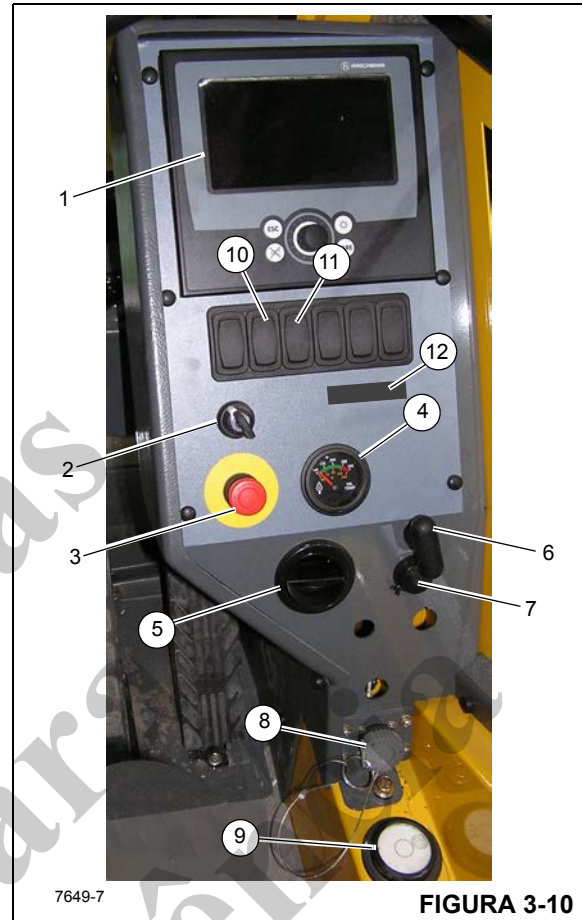

Figura 3-10 Números dos itens
O painel de controle dos sistemas do RCL (Limitador de capacidade nominal) e de Definição de área de trabalho (1) (Figura 3-10) localiza-se no lado direito da cabine. Ele contém os controles e indicadores do Sistema RCL e do Sistema de definição da área de trabalho do guindaste. Consulte o Manual do RCL para obter informações detalhadas.
A chave de contorno (cancelamento) do RCL (2) (Figura 3-10) é uma chave momentânea; gire a chave para a posição Ligada (direita) para desativar os controles do RCL. Liberar a chave permite que os controles do RCL são reativados.
A chave de parada de emergência do guindaste (3) (Figura 3-10) localiza-se no console da cabine do guindaste e é usada para desligar o motor do guindaste. Pressione o botão vermelho para desligar o motor, o que acende o indicador de parada de emergência na coluna de direção. Gire e puxe o botão para retomar a operação normal.
O indicador de temperatura do óleo da transmissão (OIL TEMP) (4) (Figura 3-10) localiza-se no centro do console dianteiro direito. O indicador mostra a temperatura do óleo de transmissão em uma escala dupla calibrada de 60 a 160°C e 140 a 320°F. O indicador recebe sinal de uma unidade de transmissão da temperatura na linha de óleo do conversor de torque.
A Alavanca de controle de trava de giro do pino da plataforma rotativa (6) (Figura 3-10) localiza-se no painel de controle lateral. O objetivo da trava contra giro do pino é bloquear a superestrutura na posição diretamente sobre a dianteira para apanhar e transportar cargas.
A tomada de 12 V para acessórios (7) (Figura 3-10) está localizada na parte inferior do painel de controle e está projetada para aceitar a maioria dos conectores adaptadores para 12 V.
O conector de diagnóstico (8) (Figura 3-10) está localizado na parte inferior do painel de controle dianteiro. Ele é usado na manutenção do sistema elétrico do guindaste.
O indicador de nível de bolha (9) (Figura 3-10) localiza-se abaixo do painel de controle dianteiro. O indicador fornece ao operador um auxílio visual para determinar o nivelamento do guindaste.
O indicador de 3ª volta do cabo do guincho (10) (Figura 3-10) localiza-se no console direito. O indicador acende em vermelho quando restarem três ou menos voltas do cabo em qualquer guincho.
O indicador de clima frio opcional (11) (Figura 3-10) localiza-se no console direito. O indicador acende quando a temperatura estiver abaixo de -29°C (-20°F). Ele serve como aviso para que o operador interrompa a operação sob frio extremo.
O LED indicador de temperatura ambiente (12) (Figura 3-10) localiza-se no console direito. Quando a temperatura ambiente fora do guindaste cai abaixo de -29°C (-20°F), o LED indicador acende e envia um sinal ao sistema RCL. Esse controle de temperatura destina-se a evitar a operação das funções de elevação do guindaste em temperaturas inferiores a -29°C (-20°F). O sistema inicia um bloqueio das seguintes funções do guindaste: elevação do guincho, abaixamento da lança e extensão da lança telescópica. O abaixamento do guincho, a elevação da lança e a retração da lança telescópica, juntamente com o cancelamento do bloqueio ainda funcionarão para abaixar a carga.